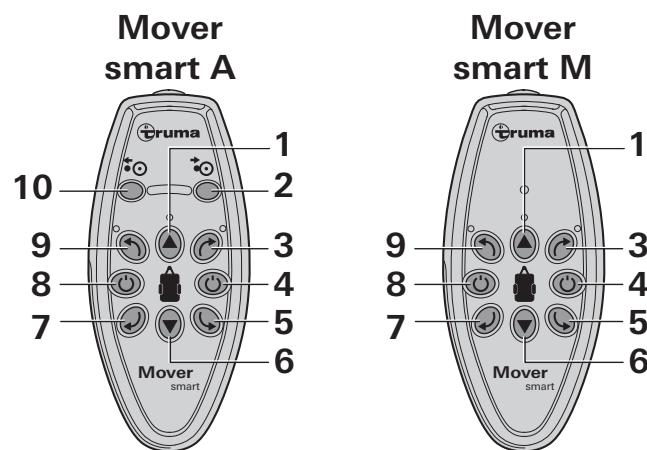
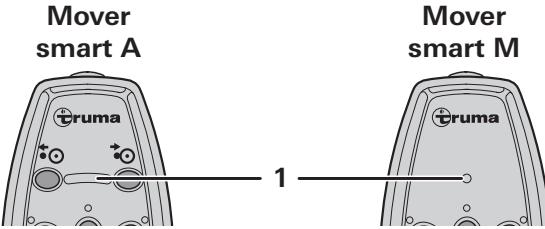

Figura 2
Figura 6
- Pulsar el botón (figura 2 - 8) del mando a distancia hasta que se iluminen los LED (figura 6 - 1).
! El botón de desconexión (figura 2 - 4) del mando a distancia sirve también como «interruptor de paro de urgencia». En caso de anomalías, p. ej. comportamiento sin control del Mover, el botón de desconexión debe pulsarse inmediatamente.
- Mover con los botones de dirección (figura 2 - 3/5/6/7/9) la caravana en la dirección deseada.
i Si se pulsan al mismo tiempo los botones de dirección opuestos (figura 2 - 5/9 o 3/7), la caravana girará sobre su propio eje en la dirección correspondiente.
- Durante la conducción (hacia adelante/hacia atrás) la dirección de marcha puede modificarse con los botones de dirección (figura 2 - 3/9 y 5/7).
- Pulsar el botón (figura 2 - 4) del mando a distancia. La iluminación LED se apaga.